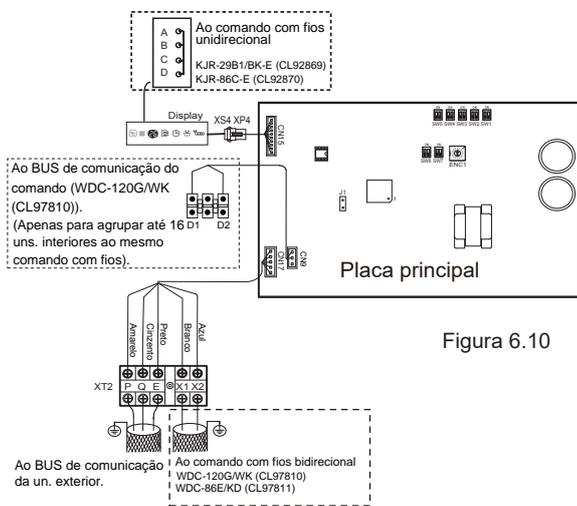

Figura 6.10
- As portas X1, X2, D1, D2 nos lados da placa de controlo principal e a porta de comunicação unidirecional (lado da placa de exibição) são para diferentes tipos de comandos com fios (ver Figura 6.10).